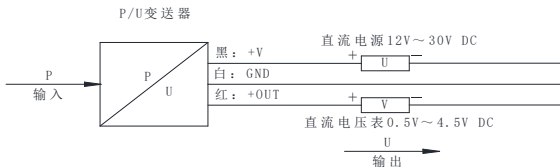

图 8
b) 三线制 0.5V~4.5V DC 输出的电气连接方法见图 8